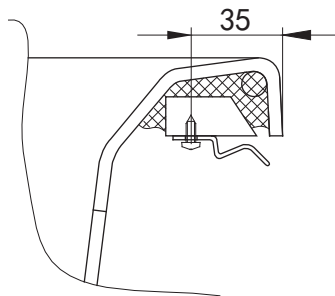

图1
- ①. 将浴缸本体翻转水平倒置。
- ②. 紧固金具的安装。用2个木螺钉 (ST4. 2*13) 固定1个紧固金具在木块上，共有4个紧固金具需要固定 (图1)。